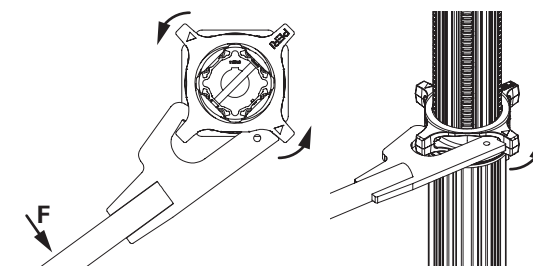

Fig. A7.01b
- leva per ghiera HD (Fig. A7.01b)